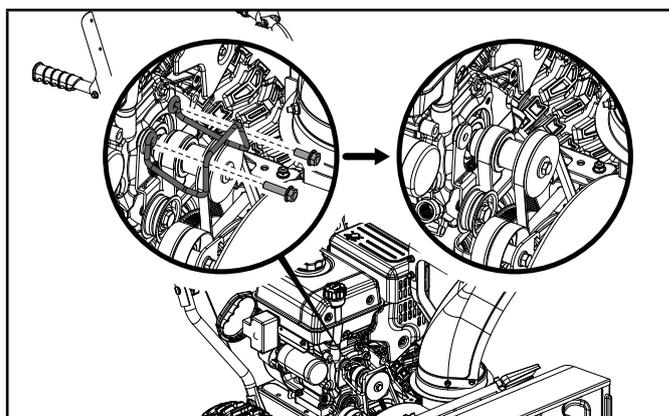

Figure 42
5. Retirez les boulons (20 mm / 30 mm) qui retiennent le protège-courroie (figure 42). Il est à noter que le ressort n'est pas tendu à ce stade-ci.